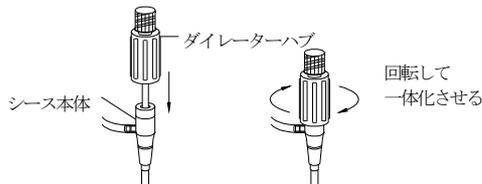

図1
3. シースに段付ダイレーターを慎重に挿入し、ダイレーターハブを時計方向に回して締め込み、シース本体と一体化する(図1参照)。